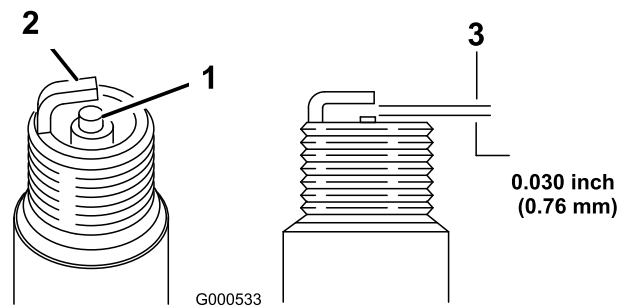

Bild 38
1. Sehen Sie sich die Mitte der Zündkerze an (Bild 38). Wenn der Kerzenstein hellbraun oder grau ist, ist der Motor richtig eingestellt. Eine schwarze Schicht am Kerzenstein weist normalerweise auf einen schmutzigen Luftfilter hin.
2. Prüfen Sie den Abstand zwischen den mittleren und seitlichen Elektroden (Bild 38). Verbiegen Sie die seitliche Elektrode (Bild 38), wenn der Abstand nicht stimmt.